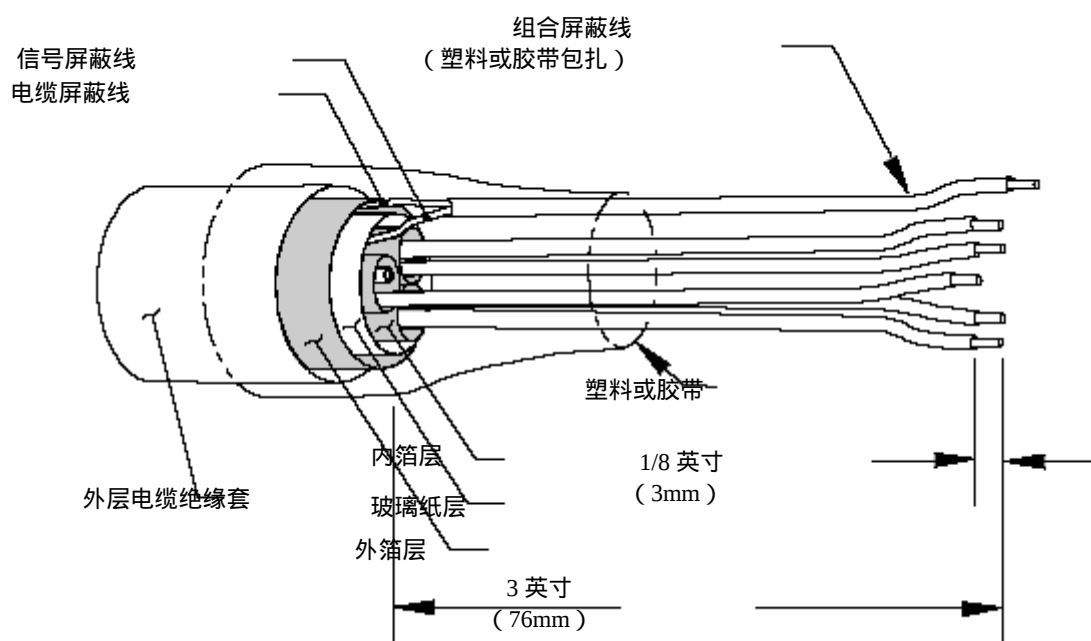

图2-6 标准终端详细说明（CE 除外）
1. 参考图 2-6，将外层电缆的绝缘套、外箔层、玻璃纸层、内箔层及未使用的黑色线向后剥去 3 英寸（76mm），这样露出信号屏蔽线、电缆屏蔽线及 5 根有颜色的电线（红、绿、黄、白和蓝）。